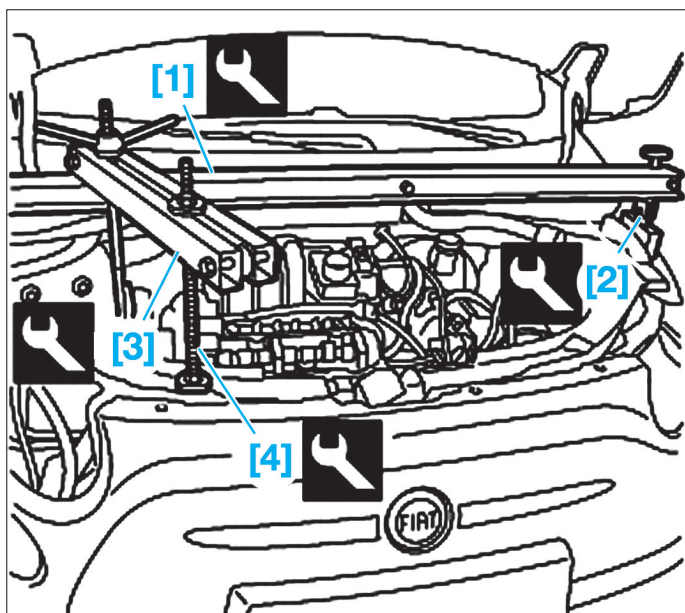

Fig. 9
- [1]. Traverse référence Fiat 1.870.595.000 (Fig.9)
- [2]. Cales d'appui référence Fiat 1.870.650.000 (Fig.9)
- [3]. Traverse référence Fiat 1.860.851.003 (Fig.9)
- [4]. Support vertical référence Fiat 1.871.001.300 (Fig.9)
- Monter les outils [1] et [2] (Fig.9).